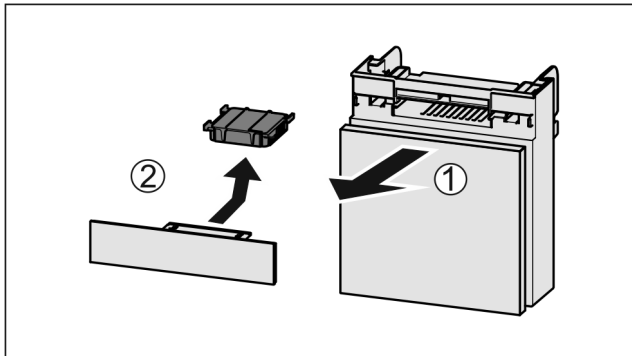

Fig. 190
- ▶ Extraire le compartiment par l'avant Fig. 190 (1).
- ▶ Sortir le filtre à charbon actif Fig. 190 (2).